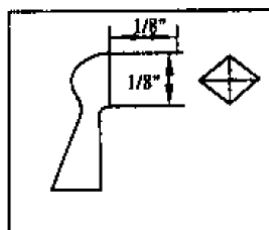

Bild 3
8. Ställ svarvanhåll i cirka 3 mm:s avstånd från hörnen av träbit och 3 mm ovanför centrumlinjen. (enligt bild 3)